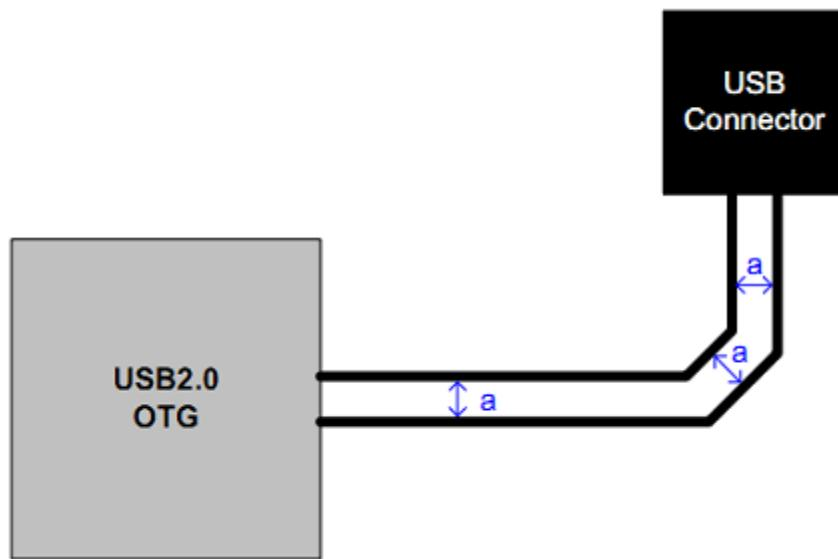

图11-3
- USB的信号走线必须严格遵循差分规则要求走线。走线拐角尽量用弧线或者钝角，不能为直角或锐角，阻抗要求 $Z=90 \pm 10\text{ohm}$ ，如图11-3；